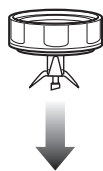

Fig. 9
- 3 Vissez fermement la lame à portion individuelle sur le gobelet jusqu'à ce que l'assemblage soit étanche. (Fig. 9)